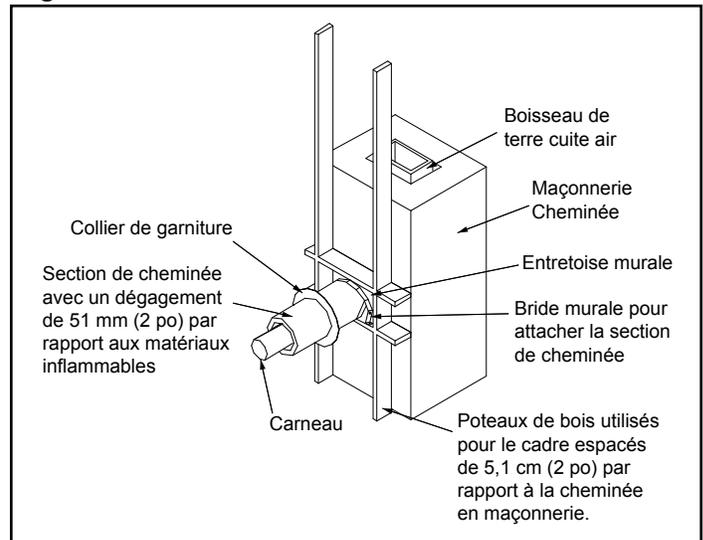

Figure 4.4
3. Construisez un cadre de 432 mm x 432 mm (17 x 17 po) (dimensions extérieures) pour l'ouverture du mur en utilisant du bois de charpente de 5 x 5 cm (2 x 2 po.). L'intérieur de ce cadre doit avoir une ouverture de 356 mm x 356 mm (14 x 14 po) minimum. Figure 4.4 Installez l'entretoise du mur sur le côté cheminée du cadre.